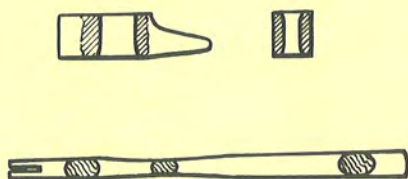

Fig. 2
- d) le mani impugnano bene il martello, all'estremità del manico (fig. 2).
- b) impugnarlo con la mano destra correttamente (fig. 2);
- c) esercitarsi a centrare il colpo sopra una piastra di piombo, in circonferenze di \varnothing sempre minore (fig. 2);